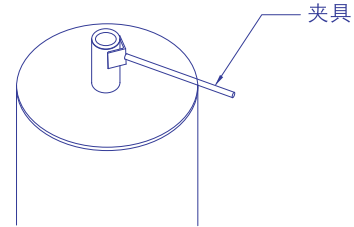

图3G. 铅锤夹具
- C) 使用夹具（不提供）或等效装置（**图3G**）将铅锤线从立柱的顶部放下。